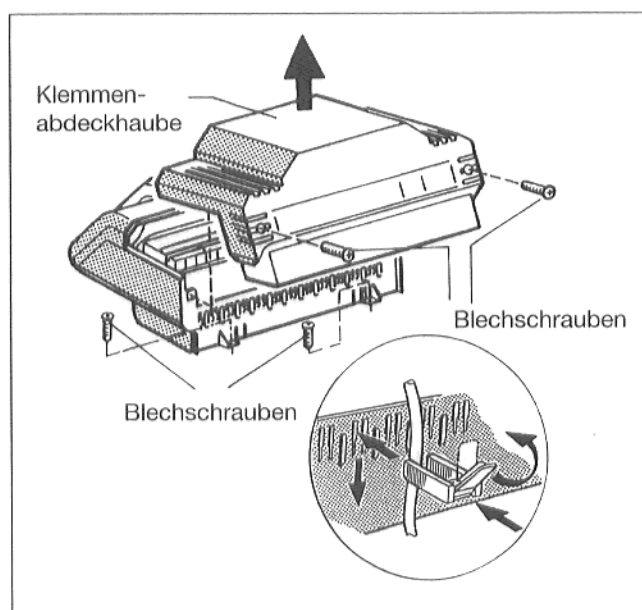

Abb. 18
- Die beiden Blechschrauben aus der Klemmenabdeckhaube herausdrehen und Haube abnehmen (Abb. 18)
- Sockel des Regelgerätes hinten rechts und links mit 2 Blechschrauben auf der vorderen Kesselhaube anschrauben (Abb. 18).
- Alle Leitungen mit Kabelschellen sichern: Kabelschelle mit eingelegter Leitung von oben in die Schlitz des Schellenrahmens einsetzen; der Steg des Hebels muß dabei nach oben zeigen. Kabelschelle herunterschieben und gegenrücken. Hebel nach oben umlegen (Abb. 18)